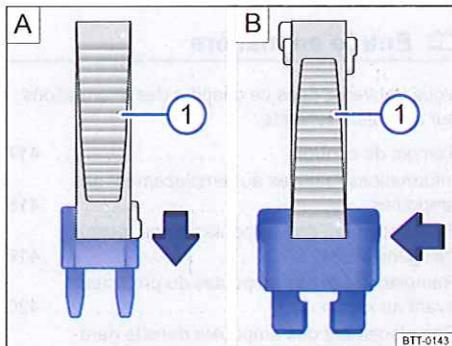

Fig. 232 Retrait ou mise en place d'un fusible à l'aide de l'agrafe de la pince en plastique ①.
- Pour les *petits fusibles*, engagez l'agrafe par le haut \Rightarrow fig. 232 A.
- Pour les *fusibles de plus grande taille*, faites glisser l'agrafe \Rightarrow fig. 232 latéralement sur le fusible \Rightarrow fig. 232 B.
- Pour les *fusibles de plus grande taille*, faites glisser l'agrafe latéralement sur le fusible \Rightarrow fig. 232 B.
- Si le fusible est grillé, remplacez-le par un fusible neuf de *même* intensité (même couleur et mêmes inscriptions) et de même taille \Rightarrow ①.